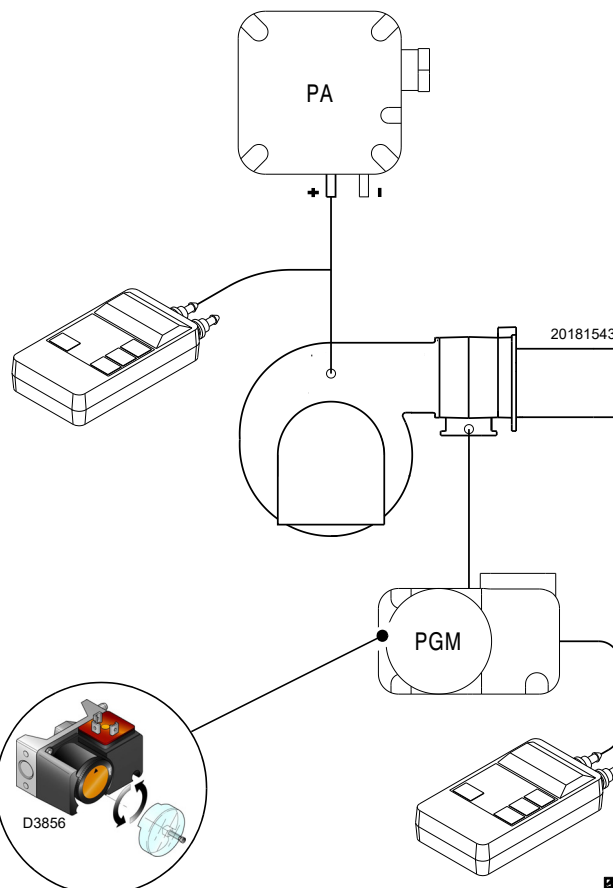

图 29
- 调节最大燃气压力开关 (图 29) 到量程的终止位置。
在完成所有其他燃烧器调整后，调整最大气体压力开关（图 29），并将最大气体压力开关设置在刻度的末端。
要进行测量，需要使用量程为 10V DC 的一个电压表，并如图正确连接 (图 29)。